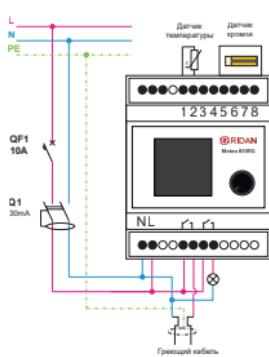

Рис. 10 Схема подключения терморегулятора Ридан Meteo 850RG при максимальном токе нагрузки греющего кабеля меньше 10 А
Подключить контур обогрева **напрямую** к выходным клеммам терморегулятора (согласно схеме, на рис. 10).
**Вариант 1 (индикация по месту):** подключить контрольную лампу к контактам аварийного реле (согласно схеме на рис. 10).